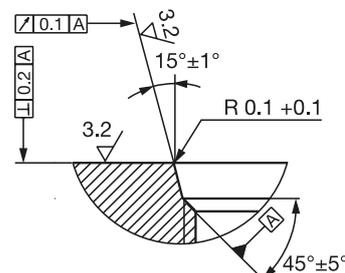

Рис. 4-4: Резьбовое отверстие BTL с уплотнительным кольцом круглого сечения
- ▶ Выполнить резьбовое отверстие (при необходимости с раззенковкой под уплотнительное кольцо круглого сечения) согласно Рис. 4-4.
- ▶ Контактная поверхность измерителя перемещения должна полностью прилегать к опорной поверхности. Подходящее уплотнительное кольцо круглого сечения должно надежно уплотнять отверстие, т.е. под уплотнительное кольцо круглого сечения должна быть выполнена Рис. 4-4 соответствующая раззенковка.
1. Выполнить резьбовое отверстие (при необходимости с раззенковкой под уплотнительное кольцо круглого сечения) согласно Рис. 4-4 .